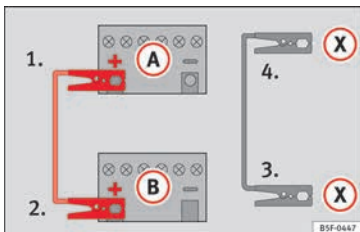

Abb. 71 Anschlusschema für Fahrzeuge mit Start-Stopp-System.
– Bei Fahrzeugen mit Start-Stopp-System: ein Ende des schwarzen Starthilfekabels an einen geeigneten Masseanschluss, ein massives, fest mit dem Motorblock verschraubtes Metallteil oder an den Motorblock selbst anklemmen » **Abb. 71**.